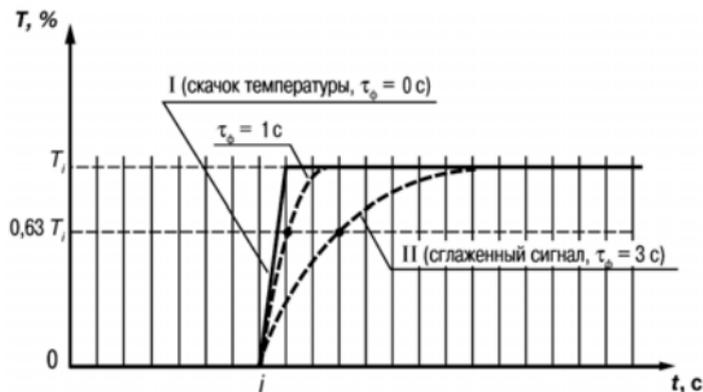

Рисунок 3.5
3.2.2.4.3 Цифровой фильтр устраняет шумовые составляющие сигнала, осуществляя его экспоненциальное сглаживание. Основной характеристикой экспоненциального фильтра является τ_{ϕ} – постоянная времени цифрового фильтра, параметр **$\bar{c}nF1$ ($\bar{c}nF2$)** – интервал, в течение которого сигнал достигает 0,63 от значения каждого измерения T_i (рисунок 3.5).